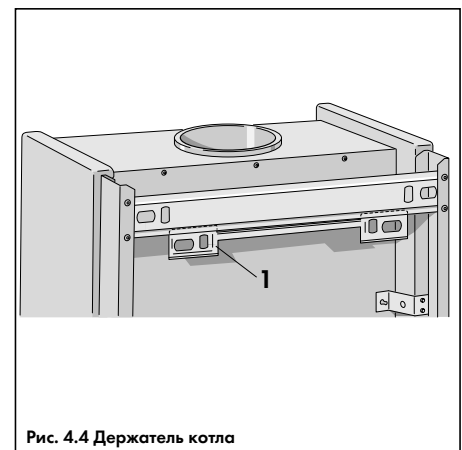

Рис. 4.4 Держатель котла
- Прикрепить держатель аппарата (1, рис. 4.4) к стене с помощью шурупов, прилагаемых в упаковке;
- Обе боковые теплоотражающие пластины (1) слева и справа надвинуть сверху теплообменника котла;
- Фронтальную теплоотражающую пластину (2) надвинуть спереди теплообменника котла и соединить прилагающимися саморезами с боковыми пластинами.
- Поднять аппарат вверх и держать параллельно стене так, чтобы он находился немного выше держателя аппарата (1, рис. 4.4);